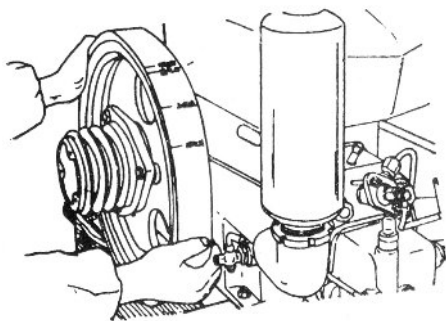

Fig.11- Girando o Volante para mover o pistão para a posição T.D.C.
(1) Desmonte a cobertura da cabeça do cilindro.
(2) Gire o volante para mover o pistão para a posição P.M.S., quando a compressão e a descarga, ambas estão fechadas. (fig. 11).
(3) Ajuste de Folga – 0,35 mm para a Admissão e 0,45 mm para o Escape. Afrouxe a porca e contra-porca e o parafuso de ajuste. Com o medidor de espessura ajuste conforme a folga indi-